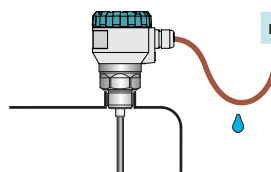

Рис. 15: Предотвращение проникновения влаги через кабельный вывод
- Рекомендуется провести кабель через кабельный вывод (с провисанием по диагонали вниз). Тем самым будет предотвращено **проникновение влаги в кабельный вывод**. Дождевая вода и конденсат могут свободно стекать – Рис. 15.